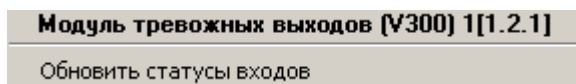

Рис. 4.7—1 Функциональное меню объекта Модуль тревожных входов (V300)
Управление интерфейсным модулем V300 осуществляется в интерактивном окне **Карта** с использованием команд функционального меню объекта **Модуль тревожных входов (300)** (Рис. 4.7—1, Таб. 4.7—1).